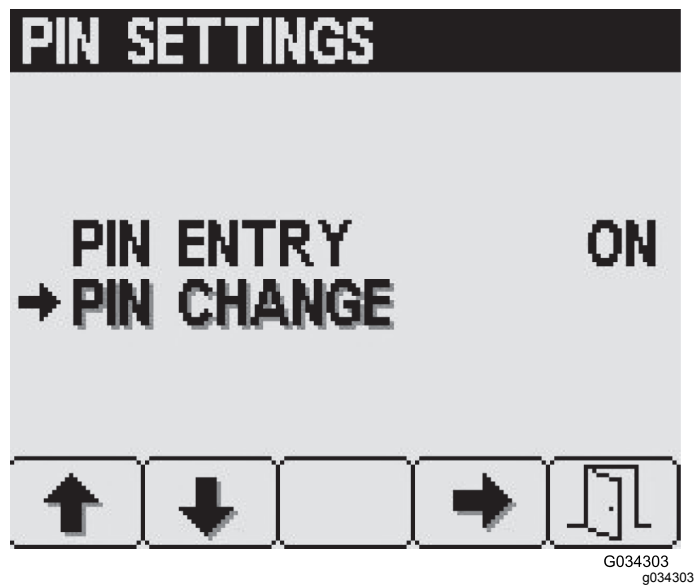

図 32
3. PIN 設定PIN Settings画面でボタン2で PIN 変更PIN Changeへ移動し、ボタン4でそれを選択する 図 32。